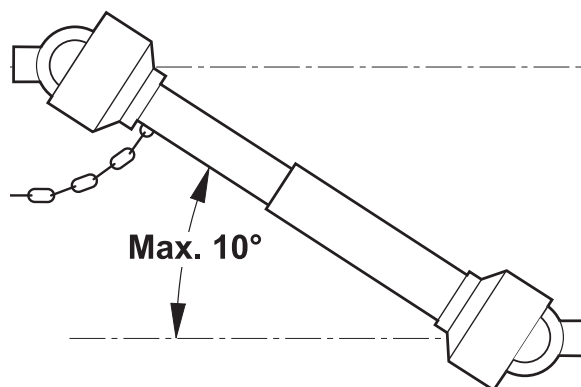

Fig.5
- 12) Disinserire, sempre, la presa di potenza quando l'albero cardanico supera un angolo di 10 gradi (Fig.5) e quando non viene usata.